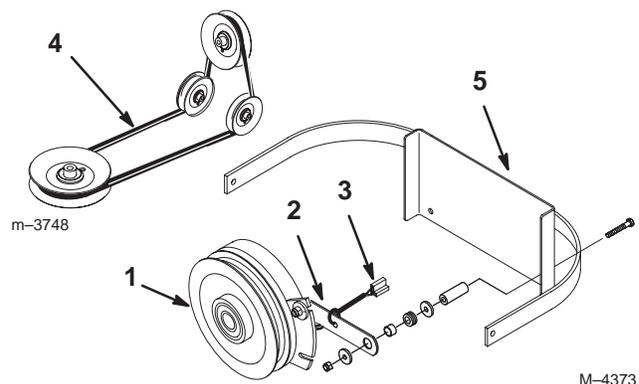

Figure 58
2. Retirez la barrette de retenue de l'embrayage du bâti de la machine et débranchez la borne de l'embrayage du faisceau de câblage (Fig. 58).
7. Posez la barrette de retenue de l'embrayage et branchez la borne de l'embrayage au faisceau de câblage (Fig. 58).